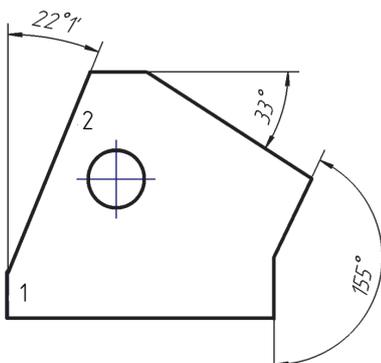

Рис. 3.11-1
Проставить три угловых размера, как показано на рис. 3.11-1.
3. Для угла 22° (рис. 3.11-1):